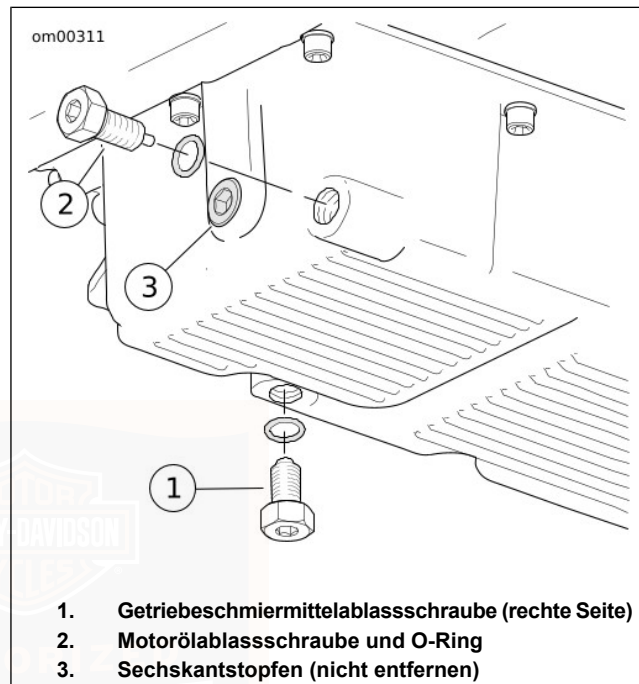

Abbildung 40. Ölwanne
3. Siehe Abbildung 40. Die Ölablassschraube (2) entfernen. Den Sechskantstopfen (3) oder Getriebeschmiermittelablassstopfen (1) nicht entfernen. Das Öl vollständig ablaufen lassen.